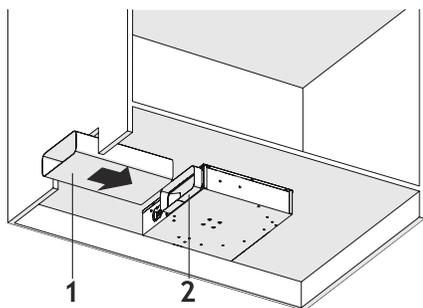
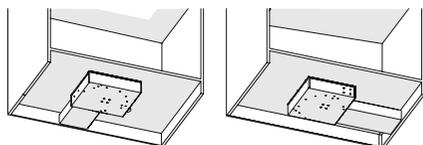

Fig. 25
Fig. 26
10. ➔ Inserir il tubo di scarico dell'aria sul camino di scarico dell'aria sulla scatola del motore (Fig. 25).
i È possibile collegare la connessione di scarico dell'aria in 3 modi diversi. È possibile selezionare il piano di scarico dell'aria adatto all'armadio della cucina (Fig. 25 / Fig. 26).